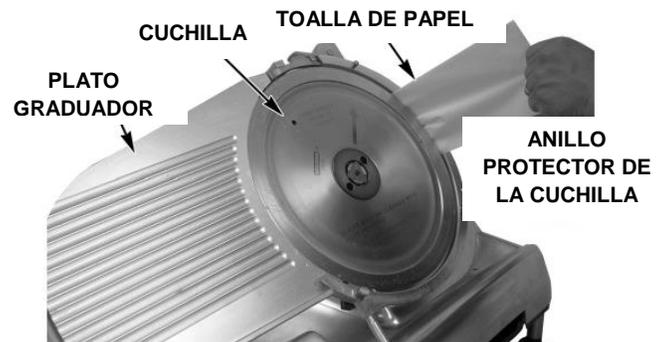

Fig. 11
- Limpie alrededor del anillo protector con una toalla de papel doblada y húmeda entre el anillo protector y la cuchilla (Fig. 11).